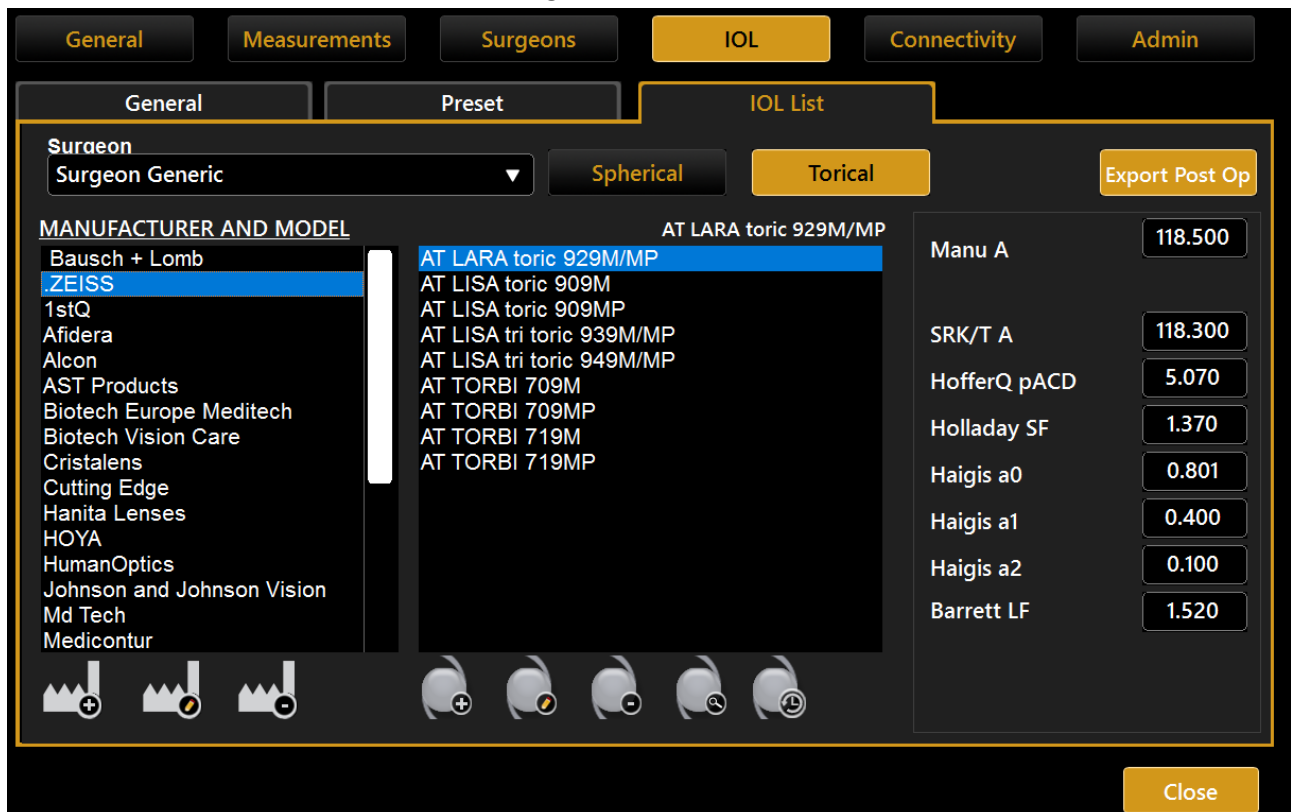

Figura 87
-  **Storico Calcolo Costanti:** fornisce informazioni su ogni cambio di valori costanti calcolati, come mostrato in Figura 87.
La schermata delle “Toriche” è mostrata in Figura 87.
-  **Calcolo Costanti storiche:** fornisce informazioni su ogni cambio di valori costanti di calcolo. La schermata è simile a quella della Figura 87.